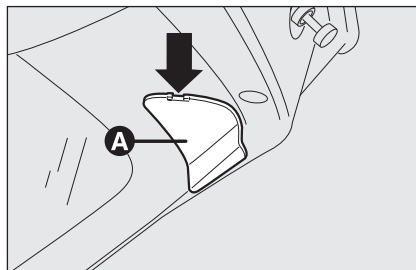

fig. 35
- enlever le couvercle **A-fig. 35** en utilisant un tournevis dans le point indiqué par la flèche;
- refermer le volet **A-fig. 35**.
- enlever le couvercle **A-fig. 35** en agissant dans le point indiqué par la flèche;